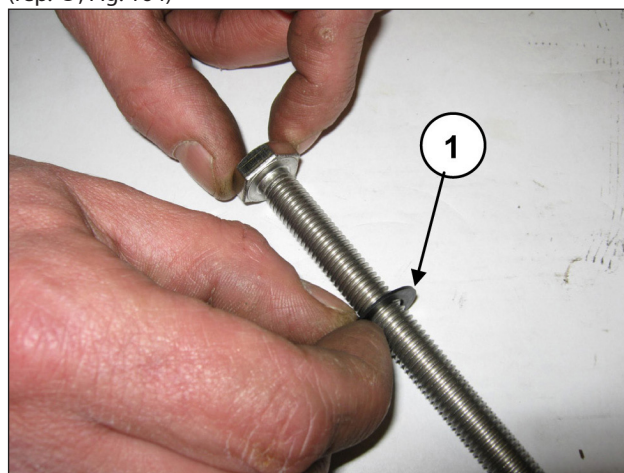

Fig. 164
Insérer la rondelle Ø10x18x0,9 dans la vis de fixation du piston (rep. ①, Fig. 164)